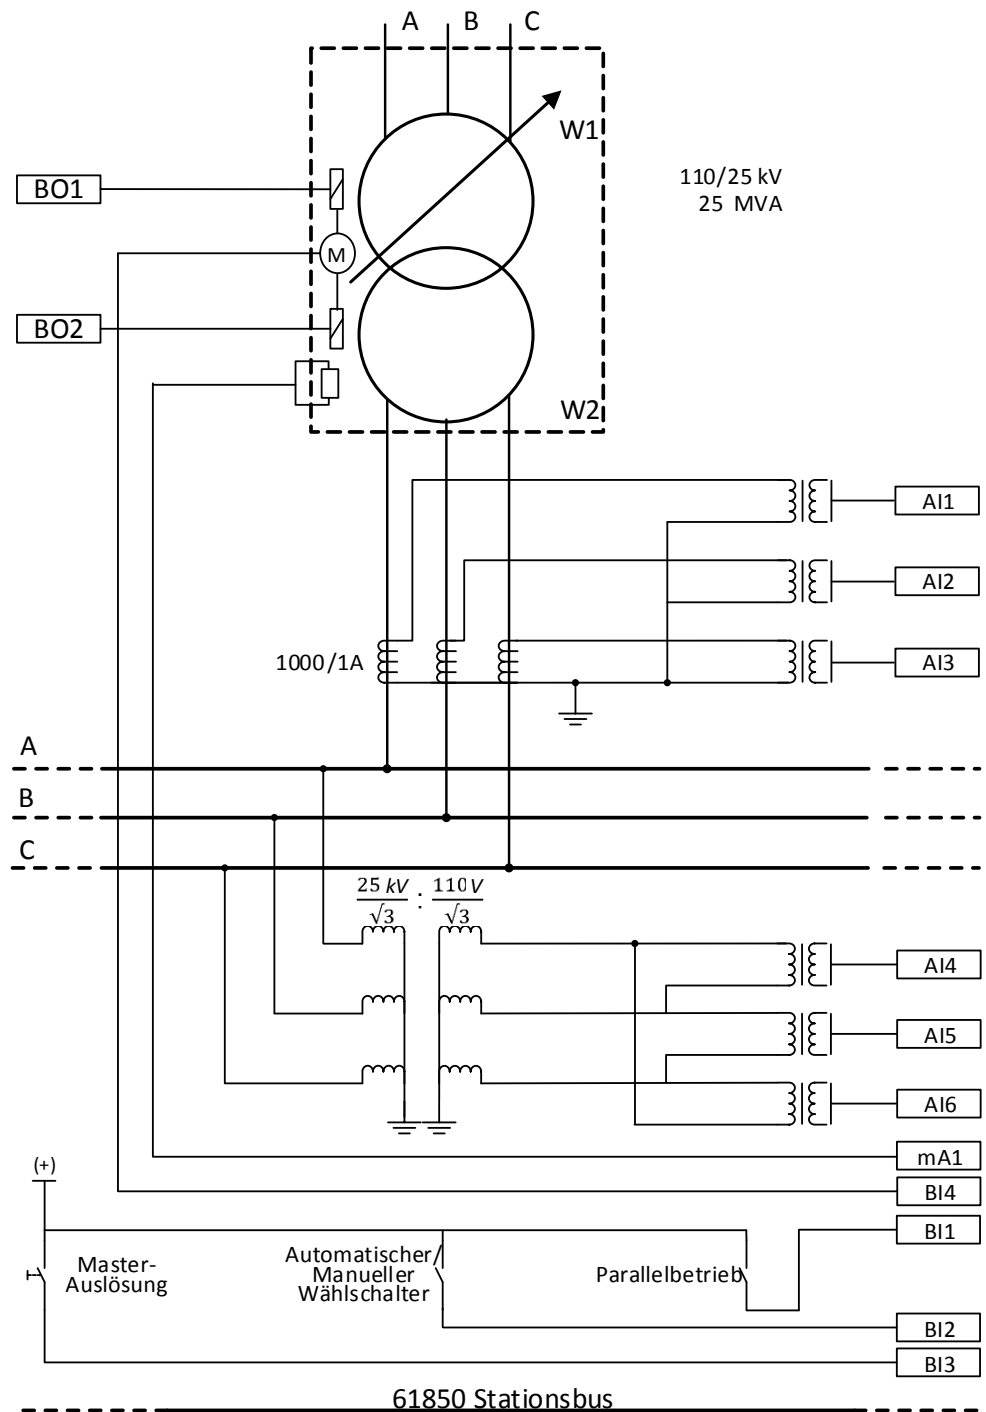

Abb. 53: Relais 3-Schnittstellen und CT/VT-Anschlüsse für TR3 in Beispielfall 3
Die Abbildung 53 zeigt die Anschlussdetails der Analogeingänge (AI) des Relais (Relais 3), Binäreingänge (BI), Milliampere-Eingänge (mA) und Binärausgänge (BO) für den Transformator TR3 im Beispielfall. Die CT-Anschlüsse für die Leiterspannungsmessungen in allen Leitern und der VT-Anschluss für die Spannungsmessung an der MS-Seite werden ebenfalls dargestellt. Im abgebildeten Beispiel ist der Stufenschalterstellungswert als mA-Eingang für den Transformator TR3 und als Eingang zu TPOSYLTC eingegeben.